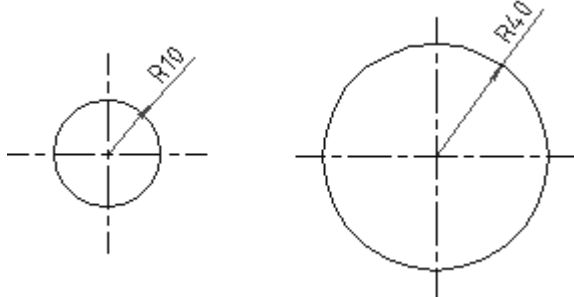

图 8-9 弧圆中心线
**[弧圆中心线]**：用来为弧或圆选定中心线，当某一直线被选作中心线后，它将随着圆或弧的尺寸变化而变化。如图 8-9 所示。选择此按钮后，关闭对话框并在命令行提示：